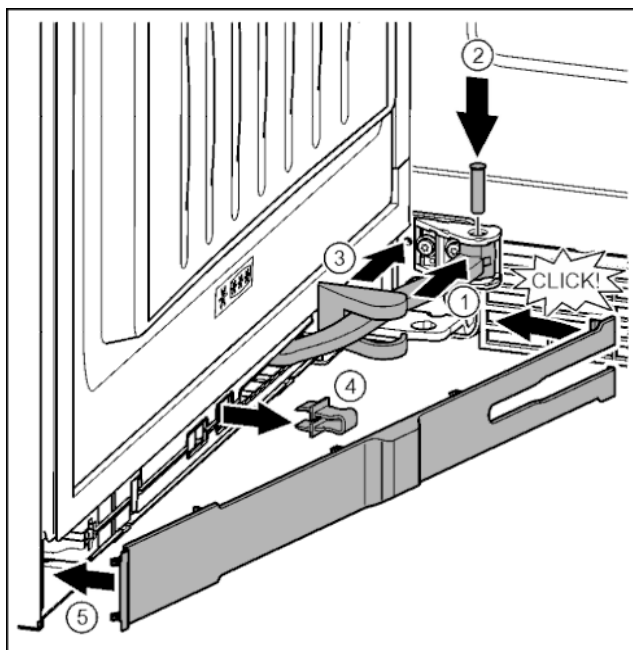

Fig. 43
- ▶ Otočte kloub v závěsu. Fig. 43 (1)
- ▶ Šroubovákem T15 vložte čep do závěsu a kloubu. Přitom dávejte pozor, aby byla zajišťovací vačka správně usazena v drážce. Fig. 43 (2)
- ▶ Posuňte kryt stojanu ložiska podél kloubu a namontujte nad závěsem. Fig. 43 (3)
- ▶ Pojistku vytáhněte. Fig. 43 (4)
- ▶ Záslepka na straně madla nasadíte a sklopte. Fig. 43 (5)